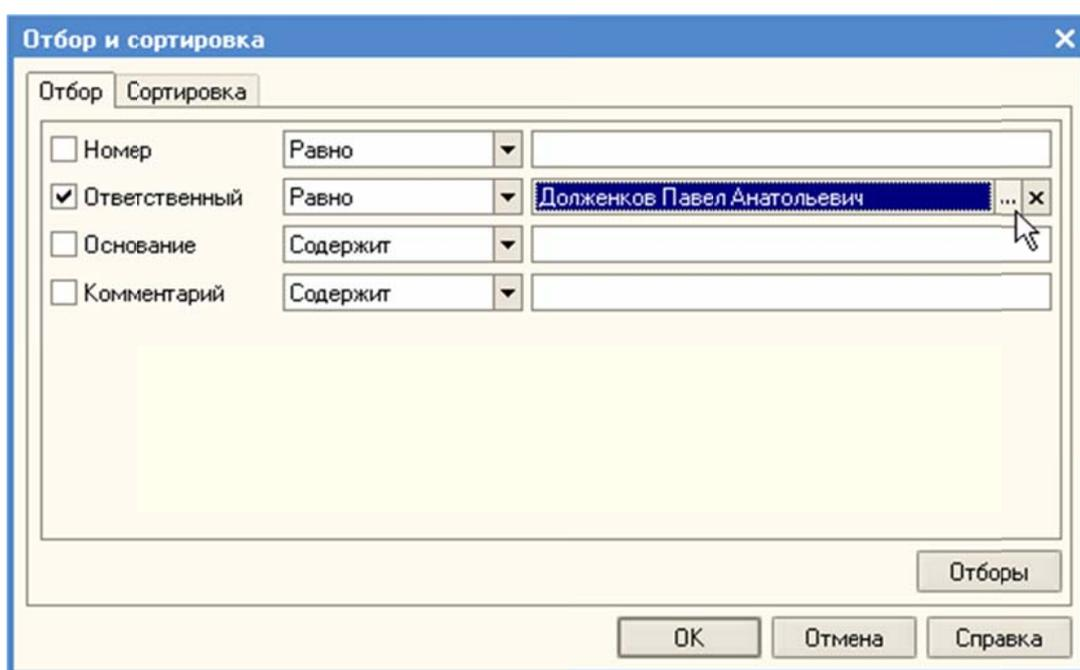

Рисунок 222 – Задание параметров отбора
3. Задать параметры отбора (Рисунок 222).